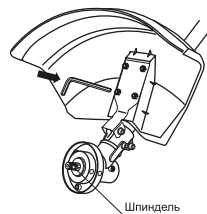

Рис. 5
- Закрепите защитный кожух на планке винтами с шайбами с помощью ключа (рис. 5).